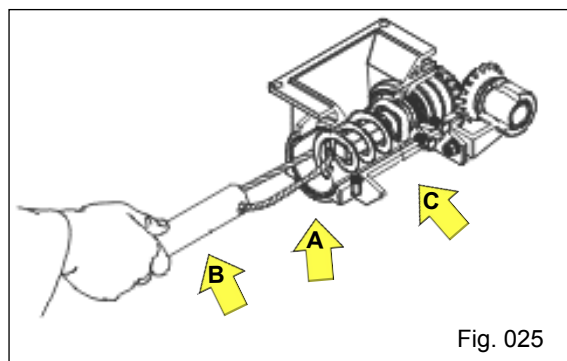

Fig. 025
- Puxe o cordão do tubo fixador "B" e retire a rosca sem fim "A", retire também o anel trava "C" (Fig. 025).